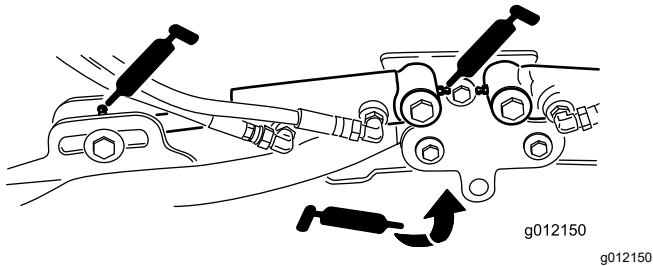

Bild 42
- Hubarmzylinder des Mähwerks (2) (Bild 42)
- Hubarmgelenke (1) (Bild 42)